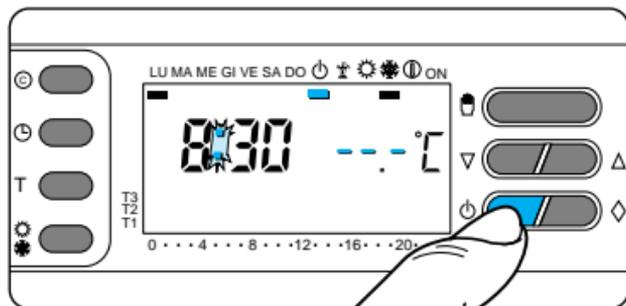

Fig. 68
13.2 - Premere una volta il pulsante  . Il segmento attivo sotto  conferma l'esclusione di THERMOPROGRAM dal controllo dell'impianto e scompare il grafico del programma (fig.68).